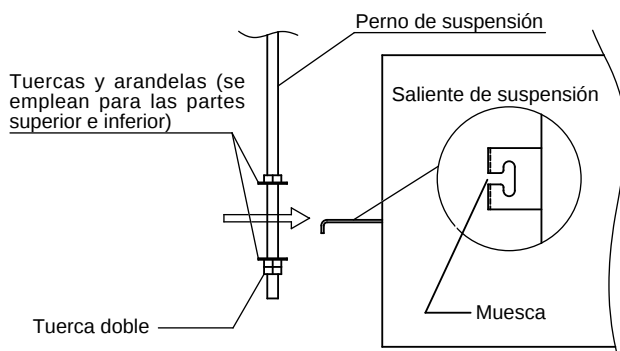

Fig. 3-60
- (3) Enrosque las 3 tuercas hexagonales y las 2 arandelas (adquiridas en el sitio) en cada uno de los 4 pernos de suspensión (Figs. 3-60 y 3-61). Emplee 1 tuerca y 1 arandela para el lado superior, y 2 tuercas y 1 arandela para el lado inferior, de modo que la unidad no se caiga de los salientes de suspensión.